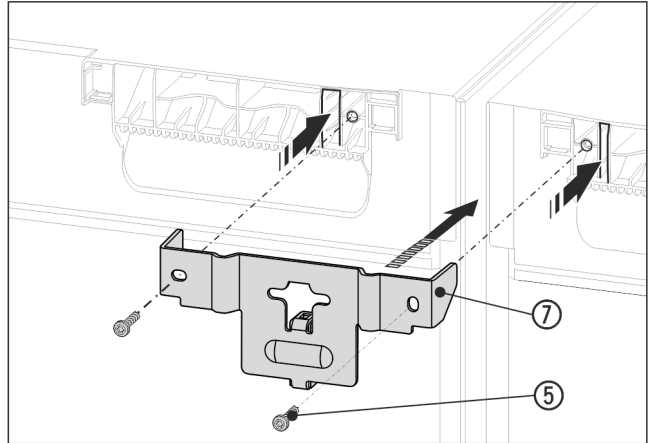

Fig. 15 Esimerkkikuva
- Työnnä kulma Fig. 15 (7) ja välikappale laitteiden väliin ja kielekkeet laitteen kanteen. Ruuvaa kiinni 2 ruuvilla Fig. 15 (5).